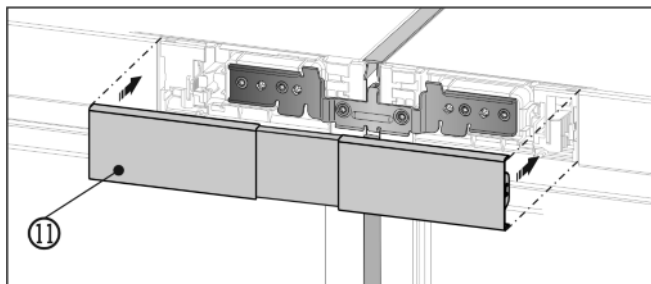

Fig. 15
- ▶ Klik den øverste afdækning Fig. 15 (11) på det endnu åbne mellemrum mellem de to betjeningspaneldele. Sørg for, at afdækningens ydersider flugter med betjeningspaneldele.